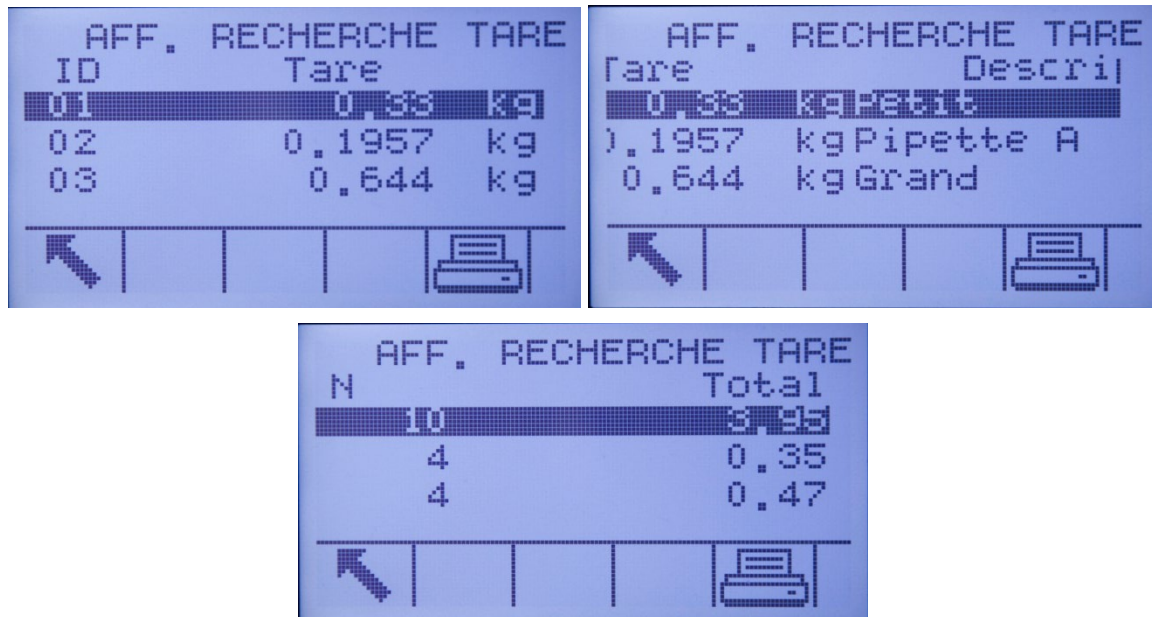

Figure 2-23 : Résultats du Tableau Tare Rechercher
- D. Appuyez sur la touche programmable RECHERCHER  pour afficher les données limitées dans le tableau. Les enregistrements résultant de recherche sont toujours classés par ID (par ordre croissant). Les touches fléchées permettent d'effectuer un défilement vers la gauche et la droite pour afficher des colonnes supplémentaires. La Figure 2-23 est un exemple de résultats de recherche pour un Tableau Tare avec un ensemble de vues montrant toutes les colonnes de données disponibles.